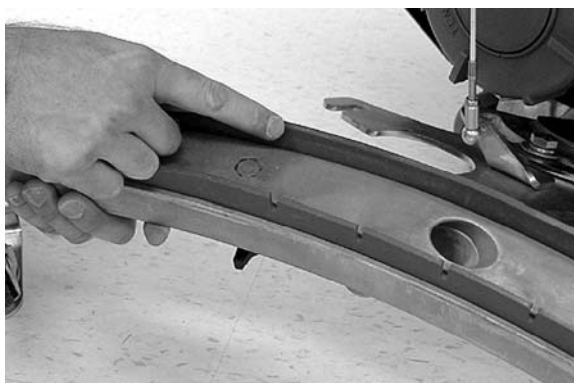

FIG. 48
8. Vérifiez l'état du bord nettoyant de la lame de racloir (Figure 48). Faites pivoter la lame en cas d'usure. (Voir REMPLACEMENT DES LAMES DE RACLOIR)